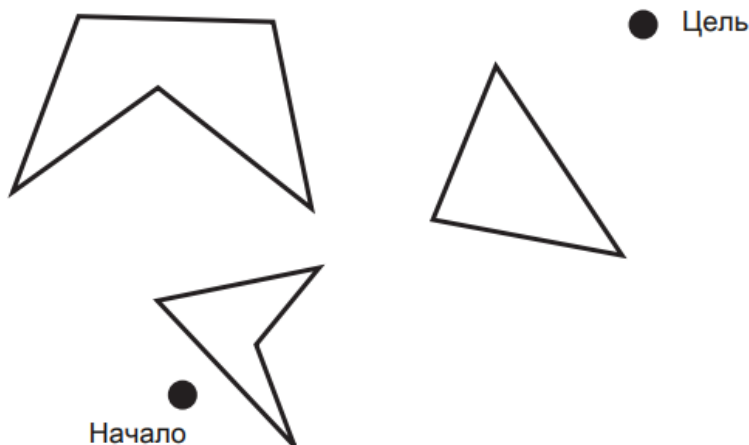

Рисунок 10. Проблема планирования.
7.2 Составить карту видимости препятствий, указать кратчайший путь из точки Начало в точку Цель (рис.10).